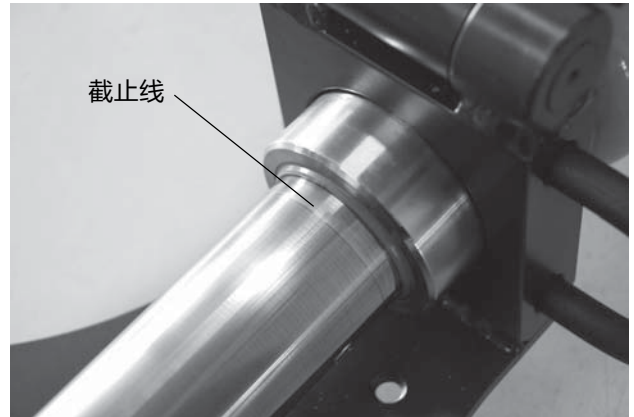

图16 - 截止线标记
4.对于某些特定尺寸的管道（2 1/2 "，3 "），需要使用行程加长杆以使管道弯曲至90°。当看见活塞杆上的沟槽后（图16），停止推进活塞。确保管道不会移动或滑落。打开泄压阀使活塞回收，确保有足够的空间以方便将加长杆安装于活塞杆和模头之间。